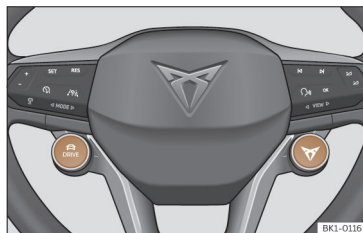

Fig. 101 Volante multifunzione: Pulsanti DRIVE e CUPRA per selezionare e cambiare il profilo di guida.
• **OPPURE:** Premere il tasto ¹⁾ del volante multifunzione >>> **fig. 101** per selezionare il profil odi guida **Cupra**.
• **OPPURE:** Premere ripetutamente il pulsante ¹⁾ del volante multifunzione >>> **fig. 101** per passare da un profilo di guida all'altro.